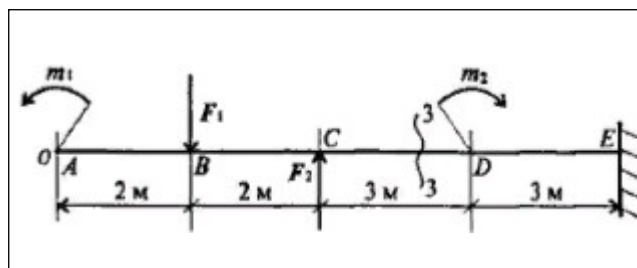

Рисунок 2
- 2) Определяете величину изгибающего момента в точке В (рис.2), если $m_2 = 15 \text{ кНм}$, $F_1 = 20 \text{ кН}$, $F_2 = 30 \text{ кН}$